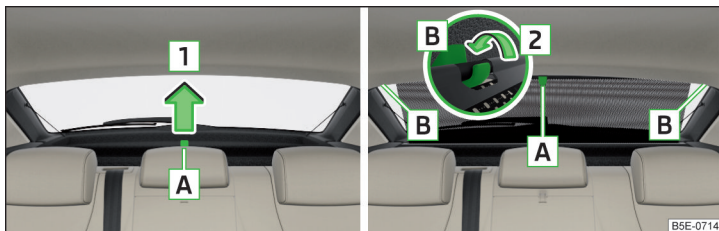

Abb. 79 Sonnenschutzrollo
- » Zum **Ablenden** das Rollo am Griff **A** in Pfeilrichtung **1** herausziehen und in die magnetischen Halter **B** in Pfeilrichtung **2** einhängen » Abb. 79.